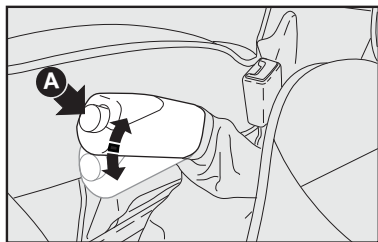

fig. 1
### FREIO DE MÃO – fig. 1
- 1) Levantar levemente a alavanca e apertar o botão de desengate **A**–fig. 1.